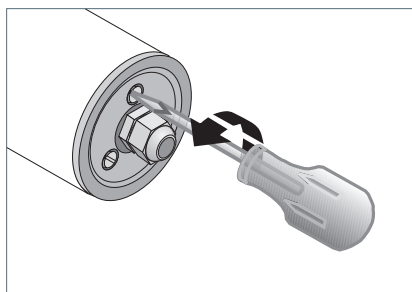

Fig. 2: Ouvrir la partie latérale A.
- ▶ Desserrez les trois vis situées sur le côté raccordement du luminaire d'environ 3 à 4 tours, voir Fig. 2.